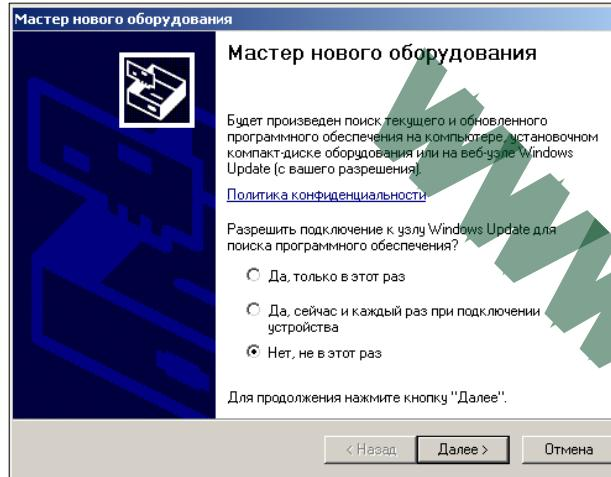

Рис. 3.3
- После того, как устройство установлено запустится "Мастер нового оборудования", появится диалоговое окно, показанное на рис. 3.3.